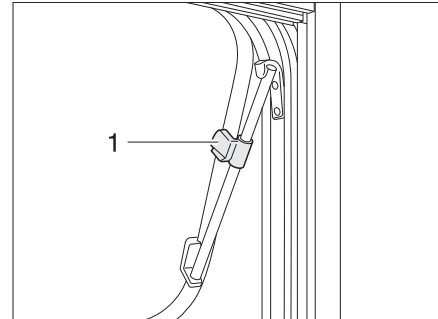

Bild 66 Ausstellfenster mit Dreh-Ausstellern, geöffnet
- Ausstellfenster bis zur gewünschten Stellung öffnen und mit Rändelknopf (Bild 66,1) feststellen.
- Rändelknopf (Bild 66,1) drehen, bis Arretierung freigegeben wird.